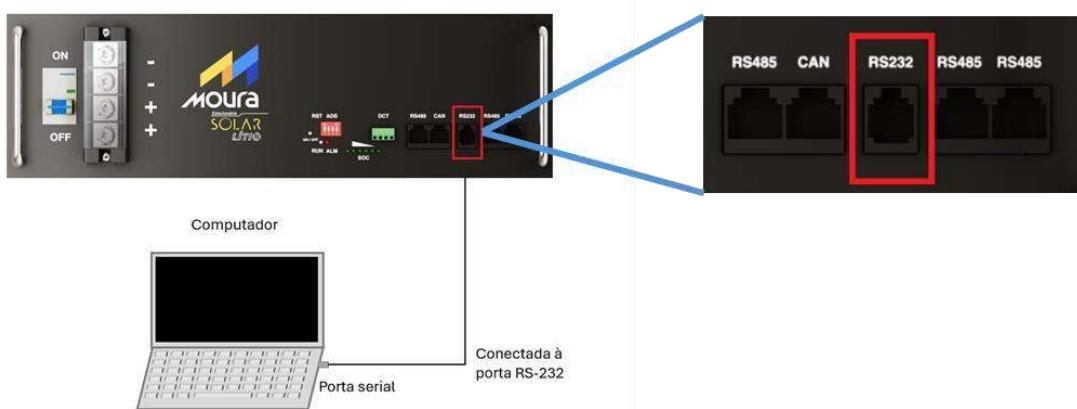

Figura 6-2 Ilustração de conexão cabo RS232 para acesso ao software da bateria.
Passo 02: Com o cabo de comunicação RS232 compatível com as baterias da linha MSL, conecte a porta RJ12 na bateria (Porta RS232) e a porta serial USB em um computador, conforme a Figura 6-2.